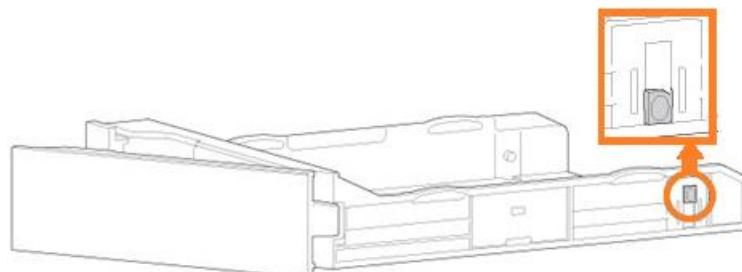

Рисунок 137 - Переключатель адаптера SSD
- 4.4) В нижнем правом углу лотка жестких дисков имеется переключатель адаптера SSD (см. Рисунок 137). Переключить его в нижнее положение.